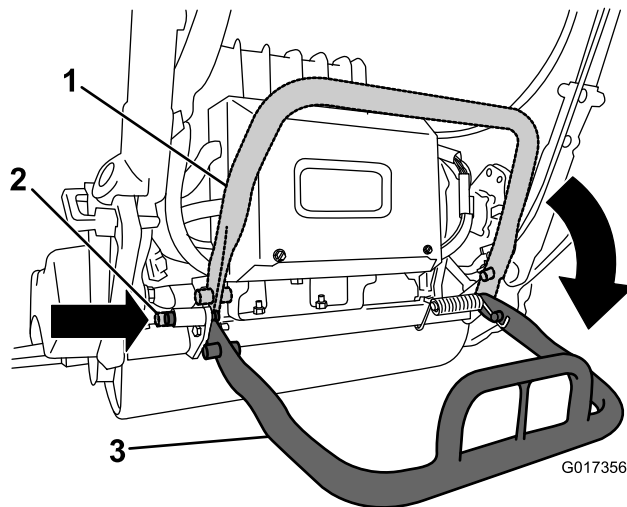

図 29
- カッティングユニットを取り外すためにキックスタンドを使用する場合には、まずスタンドを下げてロッキングピンを差し込んでキックスタンドを整備位置にロックします  図 29。